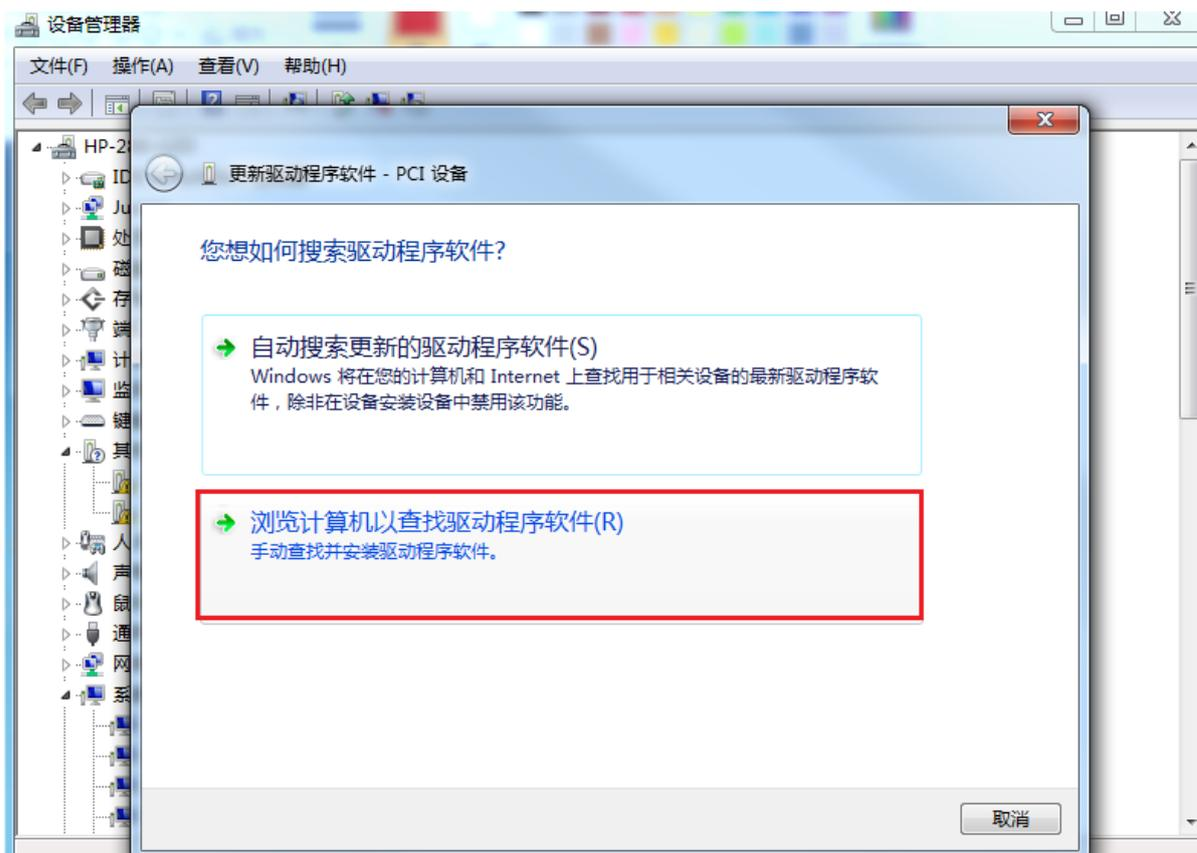

图 2-3 控制器驱动程序安装界面 3
(5) 选择“浏览计算机以查找驱动程序软件(R)”。界面如下图 2-3 控制器驱动程序安装界面 3 所示。